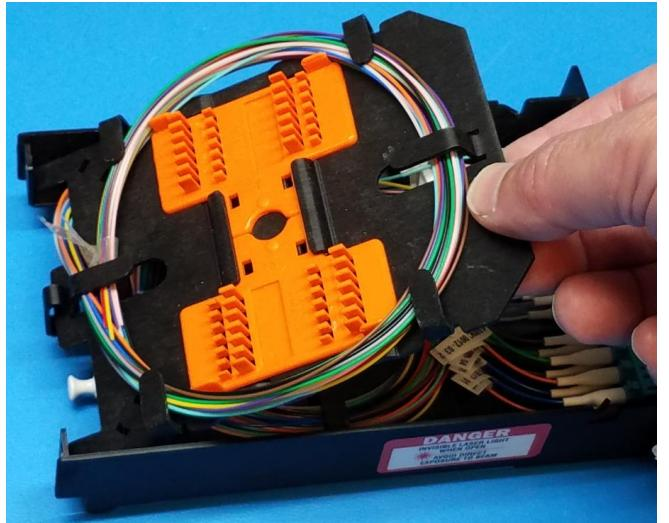

Figura 2
- 3.2** Retire la cubierta de empalmes levantando el borde frontal. (Vea Figura 2). Levante y extraiga fuera de la base y déjela a un lado.